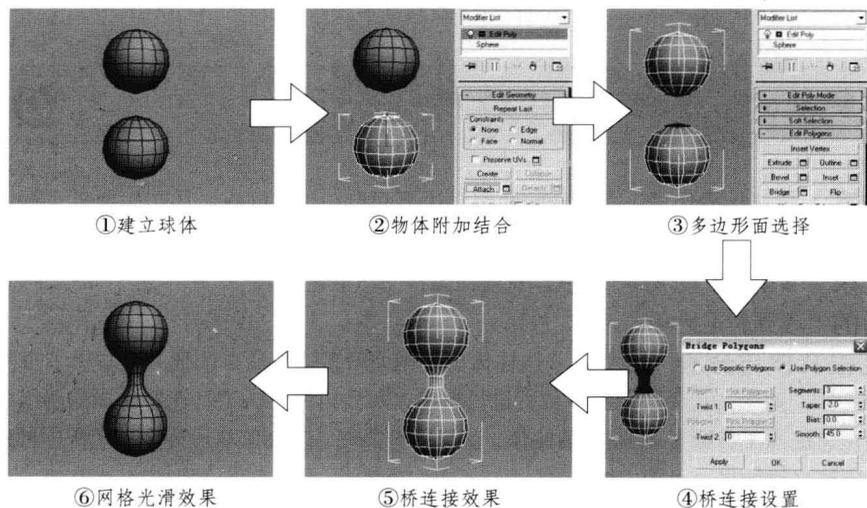

图3-10 附加连接总流程（步骤）图
四、制作流程及技巧分析 制作本例时，建立两个球体并使用编辑多边形命令的附加工具进行合并，然后再选择上下两组面，使用桥工具进行连接，得到类似哑铃的三维模型效果。本例分为6个制作总流程（步骤）：①建立球体、②物体附加结合、③多边形面选择、④桥连接设置、⑤桥连接效果、⑥网格光滑效果，见图3-10。